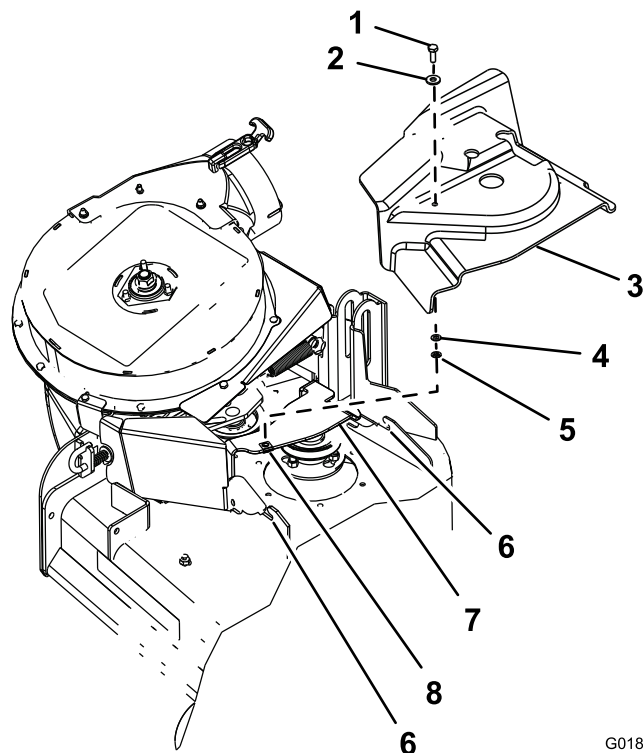

Figura 12
2. Inserite bullone e rondella nel foro sopra il copricinghia del kit soffiatore e trasmissione (Figura 12).
3. Dalla base del copricinghia, assemblate la rondella (1/4 x 1/2 poll.) e il fermo sulle filettature del bullone a testa esagonale (Figura 12).
1. Assemblate la rondella (5/16 x 3/4 poll.) con il bullone a testa esagonale (1/4 x 3/4 poll.) come mostrato in Figura 12.
2. Allineate il copricinghia alle tacche nelle flange della scocca (Figura 12).
4. Fissate il copricinghia alla relativa staffa con il bullone a testa esagonale (Figura 12).